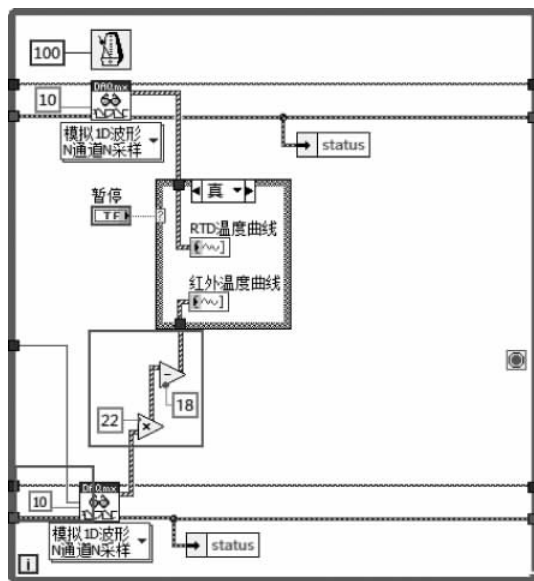

图 3-28 创建超时常量以及数值常量
(4) 创建超时常量。在“读取 VI”的“超时”接线端右击, 创建常量 10, 意味着当程序在 10s 内未采集到数据时将输出提示信息。丝杠前后端采集的数据必须乘以 22 再减去 18 才是实时温度。在程序框图空白处右击, 依次选择“编程/数值”选项面板中的“乘”和“减”函数, 然后右击两“数值”控件的对应接线端, 在弹出的选项面板中选择“数值常量”图标, 并进行相应的编辑, 创建常量 10 和 8; 并将“波形图表”和“波形图”两控件的标签分别改为“RTD 温度曲线”和“红外温度曲线”, 如图 3-28 所示。